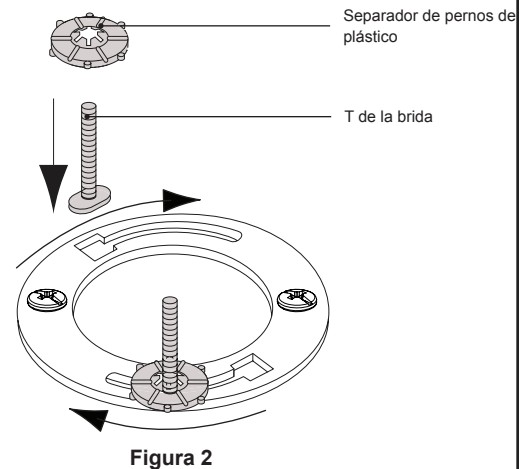

Figura 2
- ❶ Antes de instalar una junta de cera nueva, instale la brida T-pernos y tuercas recipiente en la brida del inodoro (Figura 2).
- ❷ Coloque la cabeza plana de la T-perno en el orificio de la brida del piso.
- ❸ Deslice el T-perno a lo largo del canal de brida del piso hasta que se detenga al final del canal y está sentado verticalmente (hacia arriba y hacia abajo).
- ❹ Enrosque el espaciador recipiente de plástico hasta que descansa sobre la brida del piso.